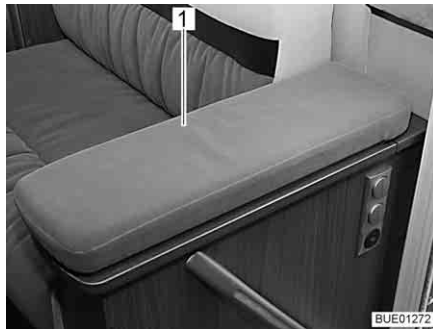
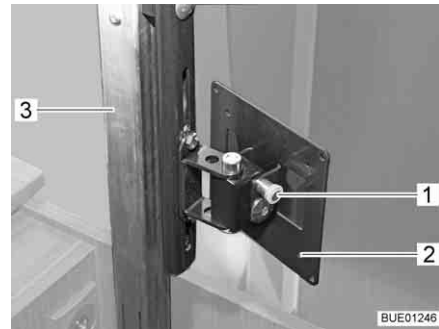

Fig. 66 Compartiment télévision
Fig. 67 Mécanisme de réglage de hauteur
- Presser légèrement sur le milieu du couvercle (Fig. 66,1) du compartiment télévision. La colonne d'extraction (Fig. 67,3) se déverrouille et monte.
- Tirer sur le bouton de déverrouillage (Fig. 67,1) et faire pivoter le support (Fig. 67,2) avec l'écran plat dans la position souhaitée.
- Faire retourner l'écran plat dans sa position initiale jusqu'à ce que le support (Fig. 67,2) s'enclenche dans le verrouillage.
- Presser le couvercle (Fig. 66,1) en son milieu contre la résistance de la colonne d'extraction (Fig. 67,3) jusqu'à ce que le verrouillage s'enclenche.